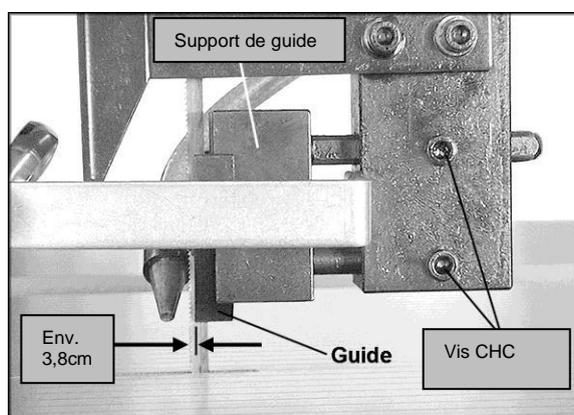

Figure 8
1. Desserrer les deux vis CHC sur le logement du guide. Voir Figure 8.
2. Déplacer le support du guide vers l'avant ou l'arrière selon la largeur de la lame. L'extrémité avant des guides-lame doit être réglée environ à 3,2mm derrière les dents de la lame. Voir Figure 8.